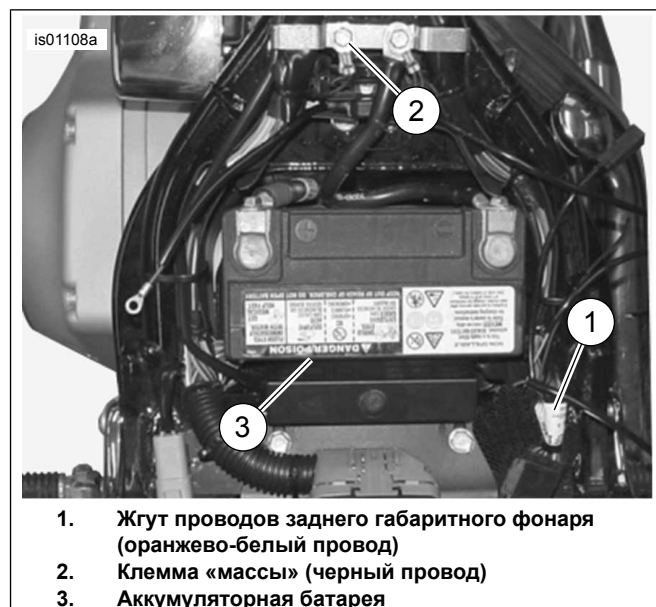

Рисунок 3. Провода питания и «массы» (модели Softail)
4. См. Рисунок 3. Установите кольцевую клемму на резьбу винта «массы». Установите винт «массы» в раму (2). Затяните с нормативным моментом затяжки, указанным в руководстве по техническому обслуживанию.
1. См. Рисунок 3 . Аккуратно приоткройте область жгута проводов (1) заднего габаритного фонаря под сиденьем так, чтобы к ней можно было получить доступ, и обрежьте оранжево-белый провод.